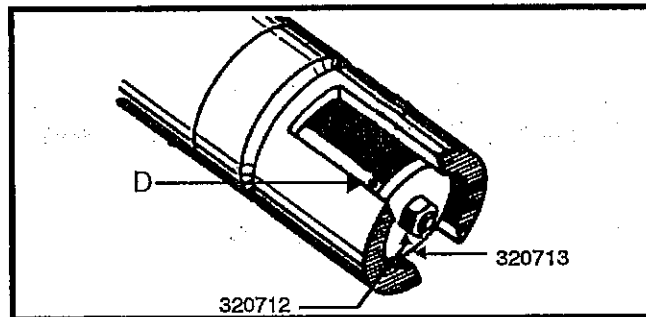

Figure 4 : Enlèvement de l'écrou de blocage et de la rondelle
- b. Insérez une tige ou un clou dans l'orifice D (Voir la Figure 4) de la tige d'amorçage 330329. Tout en soutenant la tige, enlevez l'écrou de blocage élastique 320712 et la rondelle 320713.
2. Dévissez l'écrou de blocage 320712 et retirez celui-ci et la rondelle 320713 de la tige d'amorçage 330329. La tige peut être soutenue à l'aide d'une petite tige ou d'un clou à travers l'orifice D (Voir la Figure 4).
24. Faites glisser la rondelle 320713 sur la tige d'amorçage 330329 et fixez-la solidement à l'aide d'un écrou de blocage élastique 320712. Maintenez la tige en place à l'aide d'un clou ou d'une tige insérée dans l'orifice D de la tige (Figure 4).